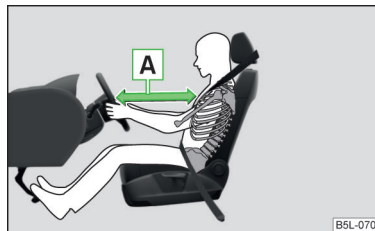

Fig. 8 Distanță sigură față de volan
- Atât pentru șofer cât și pentru pasagerul față este important să păstreze o distanță de aproximativ 25 cm față de volan, respectiv de planșa de bord **A** » fig. 8. Dacă nu se respectă această distanță, sistemul airbag nu își poate exercita eficiența maximă – Pericol! Pe lângă acestea, scaunele din față și tetierele trebuie să fie întotdeauna reglate în funcție de mărimea corpului.